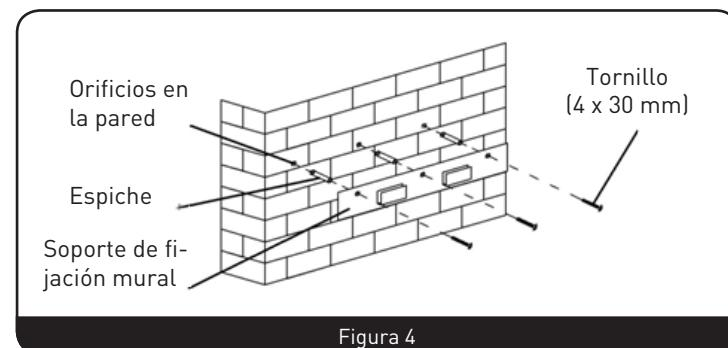

Figura 4
1. Taladre 3 orificios donde fijar el soporte. Fije a la pared el soporte de fijación mural utilizando los tornillos y espieches suministrados con el aparato. (Figura 4)